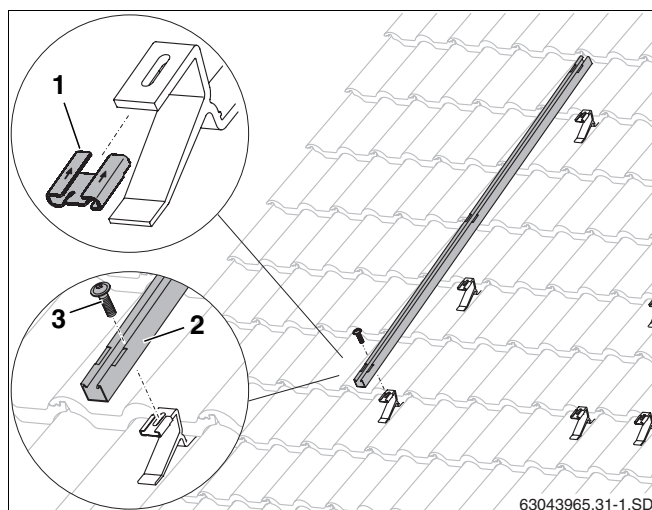

Fig. 29 Fissaggio del profilo di rinforzo per carichi nevosi
- Spingere il dado scorrevole (fig. 29, **pos. 1**) sui ganci da tetto nella direzione indicata dalla freccia.
- Posizionare il profilo di rinforzo per carichi nevosi (fig. 29, **pos. 2**) sui ganci da tetto e avvitare con vite M8 (fig. 29, **pos. 3**).